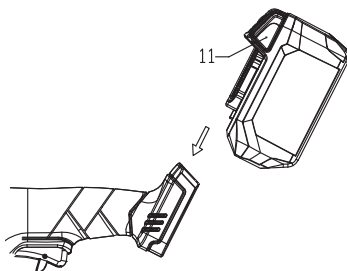

Abb. 2
Entfernen des batteriepacks: drücken sie den batterieentriegelungsknopf (11) und ziehen sie den batteriepack aus dem werkzeug. (siehe abb. 2)
Installieren des batteriepacks: richten sie die schienen des werkzeugs an den vier laschen des batteriepakets aus und drücken sie das batteriepaket auf das werkzeug, bis es einrastet. (siehe abb. 2)